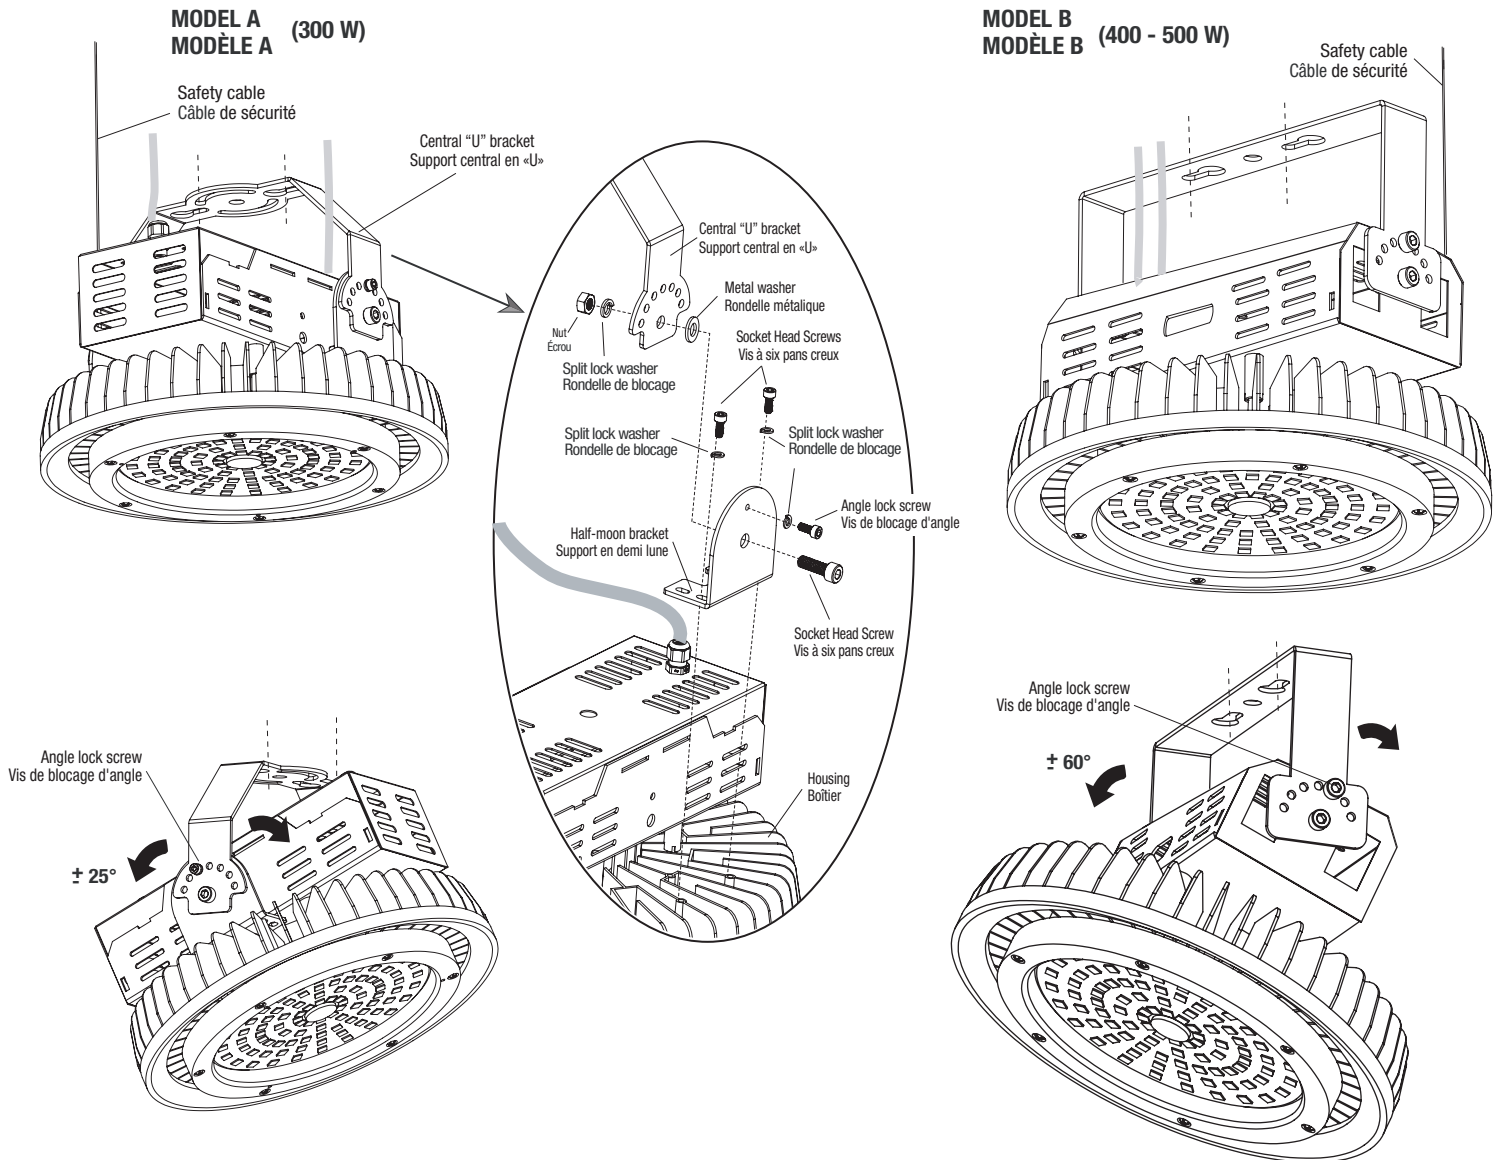

Fig. 3
YOKE BRACKET SURFACE MOUNT (Fig. 3)
- 3a. For model A install the central "U" mounting bracket on the two half-moon brackets by using the provided hardware kit (see Fig. 3 detail).
MONTAGE AVEC ÉTRIER EN SURFACE (Fig. 3)
- 3a. Pour le modèle A installer le support de montage central en «U» sur les deux supports en demi-lune à l'aide en utilisant le jeu de pièces de quincaillerie de montage fourni (voir Fig. 3 détail).